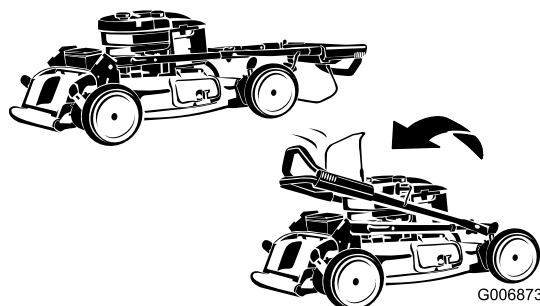

Figura 35
3. Pliegue hacia adelante la sección superior del manillar (ver Figura 35).